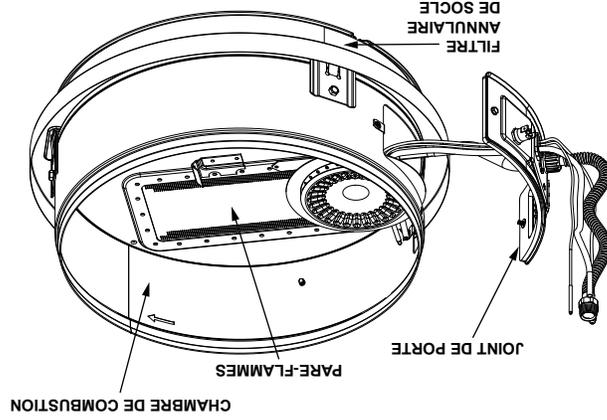

FIGURE 26.
1. Au moins une fois par année, vérifier si de la poussière ou des débris se sont accumulés sur le filtre annulaire de socle (Figure 26). REMARQUE : Si le chauffe-eau est installé dans un endroit propice à l'accumulation de charpie et de saleté, il peut être nécessaire d'augmenter la fréquence d'inspection du filtre annulaire de socle.
2. À l'aide d'un aspirateur ordinaire ou d'atelier, ramasser tous les débris dans la chambre de combustion (Figure 26). À l'aide d'un jet d'air comprimé, enlever aussi la poussière ou les débris pouvant s'être accumulés sur le pare-flammes.
1. Avant d'installer le joint de la porte, vérifier s'il est endommagé ou incrusté de débris (Figure 26). Vérifier si le hublot est endommagé et le remplacer au besoin (Figure 21).
4. Inspecter le joint de la porte et s'assurer qu'il n'y a aucun isolant en fibre de verre entre le joint et la chambre de combustion (Figure 26).